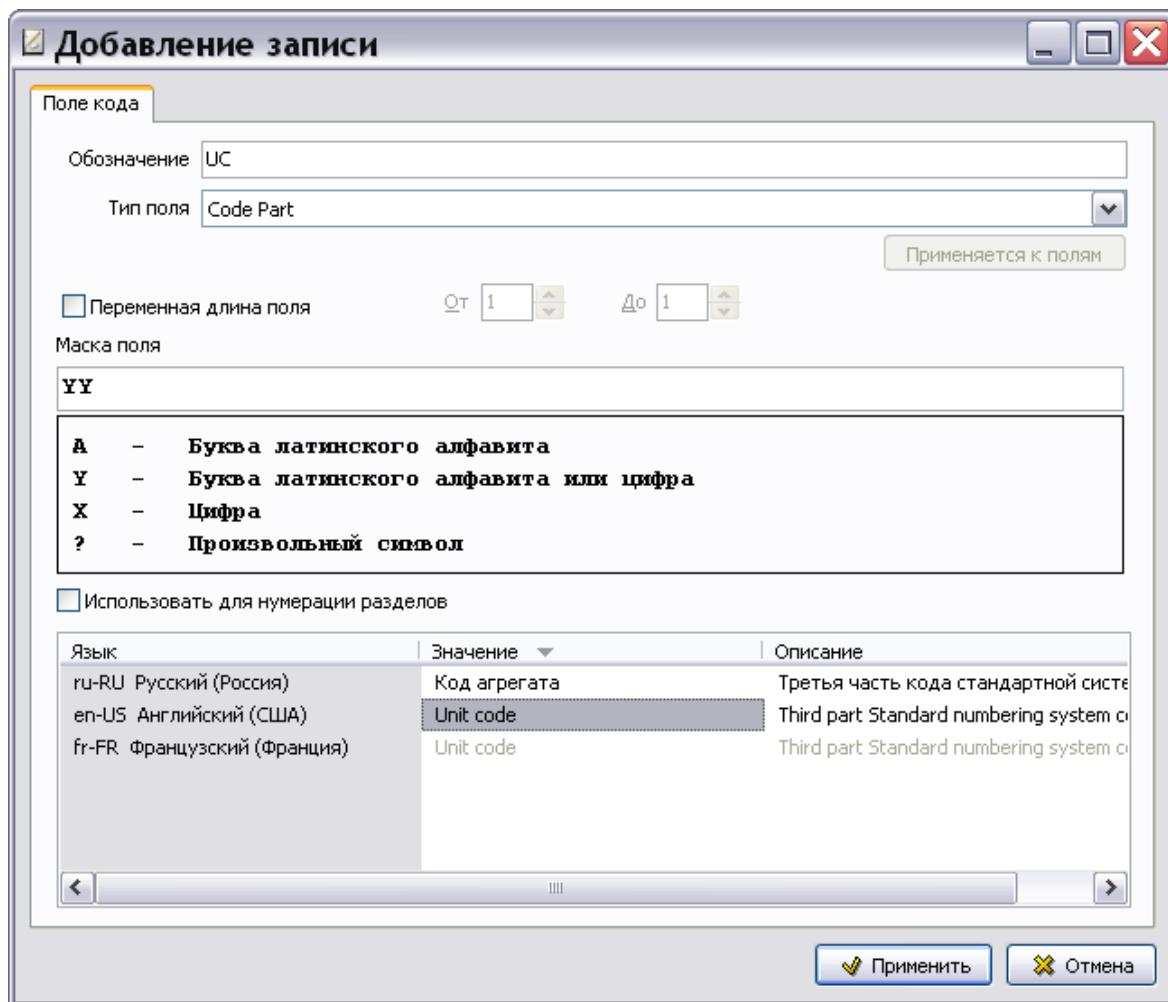

Рис. 2.30
3. В диалоговом окне **Добавление записи** для поля кода введите параметры поля кода (Рис. 2.30):